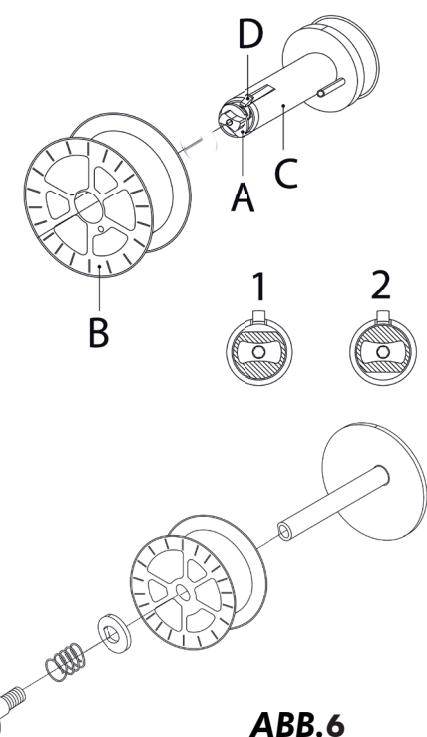

ABB.6
- Seitliche Abdeckung des Spulenfachs öffnen. Die Mutter (A) der Haspel bis in Position 1 (Bremstrommel) abdrehen. Beim Auswechseln die leere Zündspule herausnehmen, dazu den Sperrstift herunterdrücken(D).(Abb.6)
- Hülle um die Spule entfernen und auf die Haspel setzen. Schließlich die Mutter (A) wieder anbringen und um 180° drehen (Position 2).